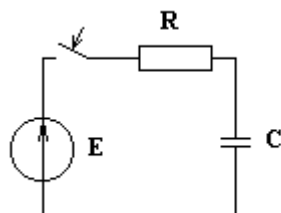

Рис. 1
11. При замиканні ключа перехідний процес у колі рис. 1, де $R = 100$ Ом, $C = 40$ мкФ і $E = 10$ В, практично закінчується за час: